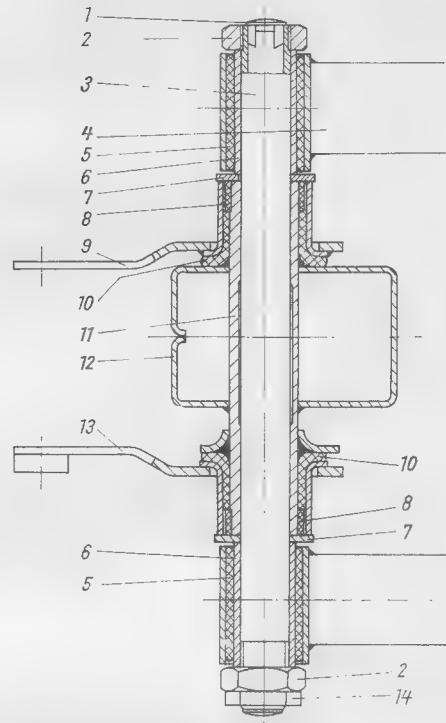

Bild 12. Schwingenlagerung
3.2.5. Hintere Motoraufhängung (Bild 12)